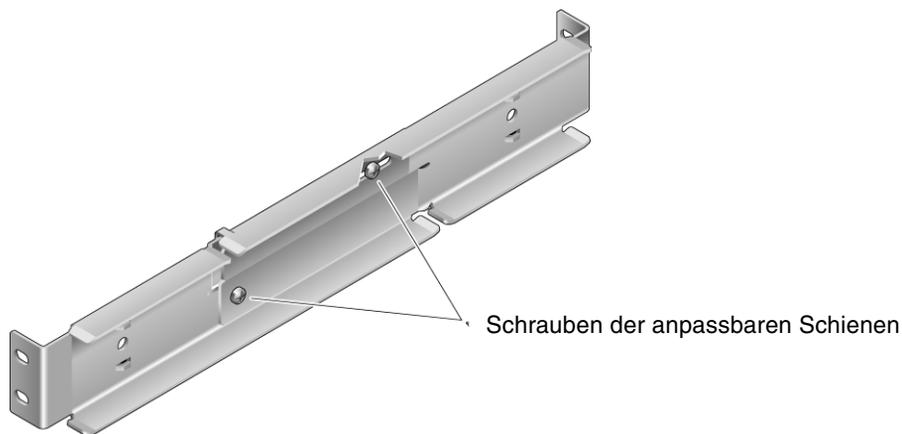

ABBILDUNG 3-15 Schrauben der anpassbaren Schienen
2. Lockern Sie die zwei Schrauben in der Mitte der anpassbaren Schienen, sodass sich diese ausfahren lassen (ABBILDUNG 3-15).
5. Ziehen Sie die zwei Schrauben in der Mitte der anpassbaren Schienen fest (ABBILDUNG 3-15).